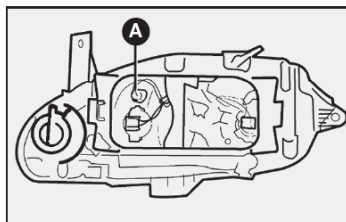

fig. 24
- 2) retirar o porta-lâmpada **A-fig. 24**;